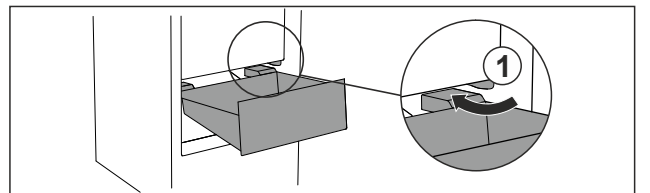

Fig. 72
- ▶ Ghidați sertarul oblic în jurul opritorului Fig. 72 (1).